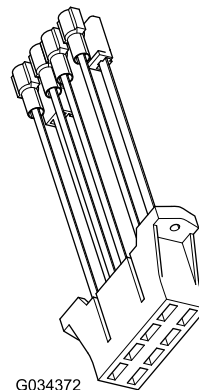

图 21
2. 如果机器保险丝盒中没有电路请将辅助保险丝盒 图 21 安装到机器保险丝盒上。